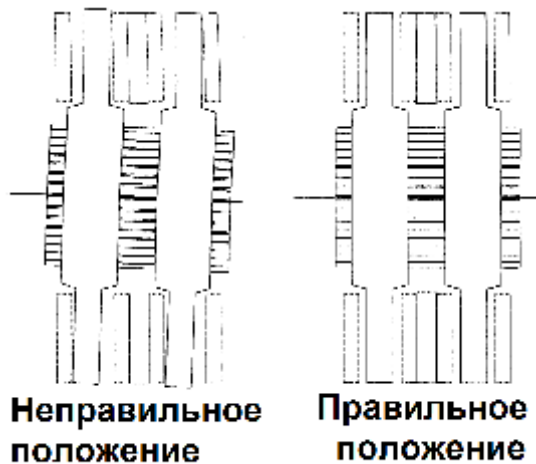

Рисунок 2
диска (58). Неправильная центрировка приводит к избыточному трению фрикционных дисков (8), дисков (58) и шестерни (28). Смотрите рис. 2.